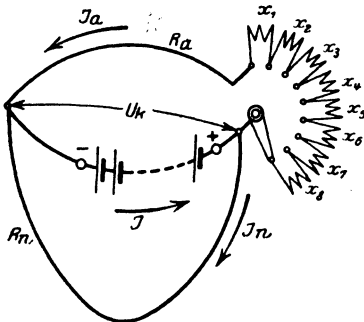

Abb. 97. Nebenschlußmotor mit Anlasser.
Der Nebenschlußmotor darf nur mit einem Anlaßwiderstand, der vor dem Anker liegt, angelassen werden (Abb. 97, S. 135). Die Größe des Anlaßwiderstandes folgt aus der Gleichung
wo n die Anzahl der Stufen (8 in Abb. 97) bezeichnet.
Für die einzelnen Stufen der Abb. 97 gelten die Formeln
* Aus der Abb. 97 erkennt man, daß J_n , also auch Φ_0 , unabhängig ist von der Stellung der Anlasserkurbel. Ist aber Φ_0 konstant, so zeigt die Formel 67, daß auch der Ankerstrom derselbe bleibt, wenn das Drehmoment Pr konstant ist, was vorausgesetzt werden soll. Ist in Abb. 97 nur der Widerstand x_1 eingeschaltet, so durchfließt der Ankerstrom J_a die Widerstände x_1 und R_a , in denen die Spannung $J_a(R_a + x_1)$ verloren geht, so daß die elektromotorische Gegenkraft des Ankers ist